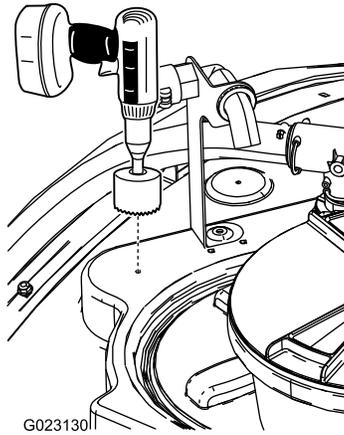

Figura 14
1. Localize o local frontal na parte superior do depósito como se mostra em Figura 14.
2. Utilize uma broca de 9 cm para fazer um furo na marca de perfuração (Figura 14).